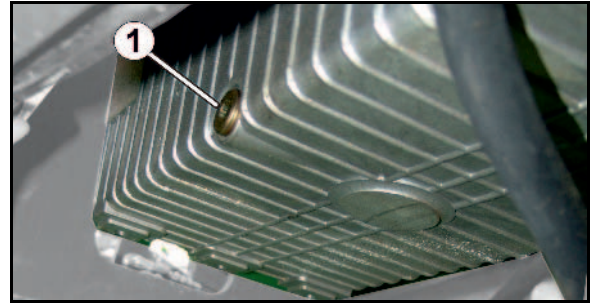

Fig. 125
1. Geeignetes Gefäß unter die Ablassschraube (Fig. 125/1) stellen (Fassungsvermögen mindestens 35 Liter).